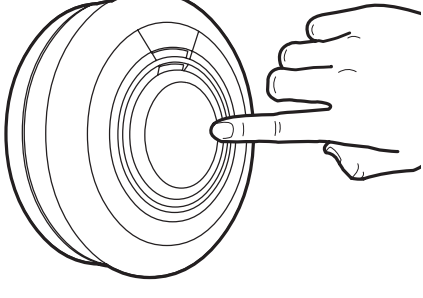

Abbildung 8
7. Drücken Sie den Testknopf bei jedem Warmmelder, um sicherzustellen, dass das Gerät funktioniert (Abbildung 8).
- Halten Sie den Testknopf gedrückt, bis der Alarm ertönt und die rote LED blinkt (siehe Abbildung 8). Der Warnmelder wird kurz nach dem Loslassen des Testknopfes verstummen.